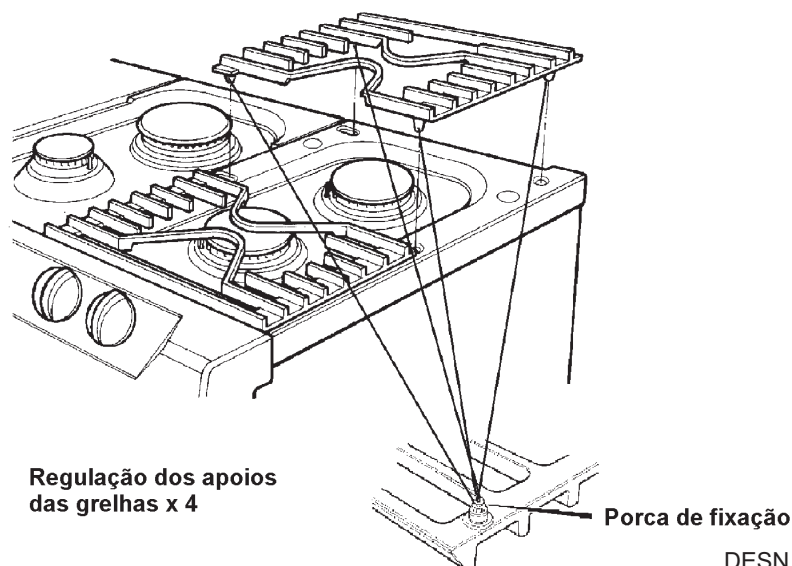

Fig. 8C
1. Desapertar a porca de fixação usando uma chave de 8 mm (ver Fig. 8C)